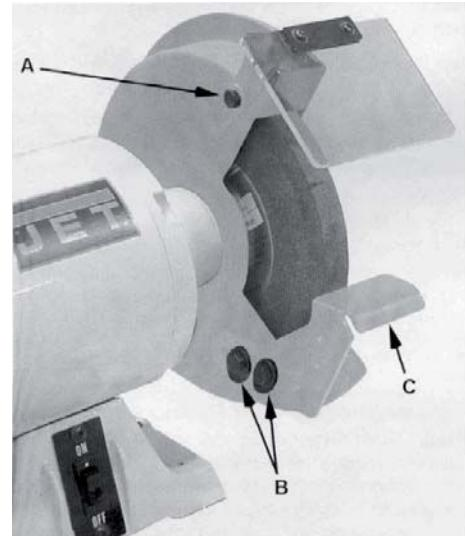

Рис. 4
- Ослабьте винты (A, Рис. 4).
- Затяните винт (A).
- Ослабьте винты (B, Рис. 4) при помощи 12 мм гаечного ключа.
- Затяните винты (B).